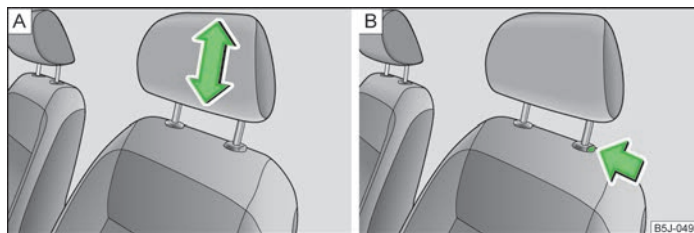

Fig. 37 Tetiera: Reglarea / demontarea
- Prindeți tetiera din lateral, cu ambele mâini și mișcați-o în sus, după dorință » fig. 37 - **A**.
- Dacă doriți să împingeți tetiera în jos, trebuie să apăsați tasta de siguranță » fig. 37 - **B** cu o mână și să o mențineți apăsată, iar cu cealaltă mână să apăsați tetiera în jos.
- Apăsăți tasta de siguranță în sensul săgeții » fig. 37 - B și trageți afară tetiera.